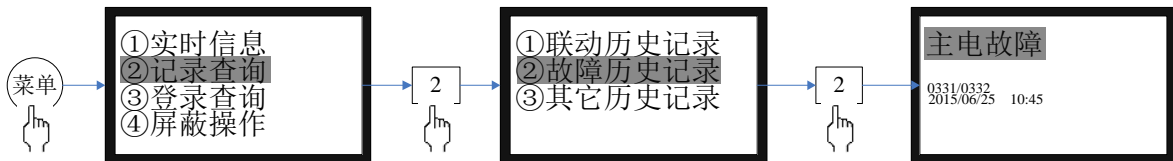

图 7-8
选项①-③为历史记录选项，分别是：联动历史记录、故障历史记录和其它历史记录，如图 7-8 所示，各容量均达 9999 条。选中条目后将出现各自的显示界面，其界面相同，均含有“记录总数、编号、二次码、类型、时间”五项内容，只不过类型的具体含义各有不同。